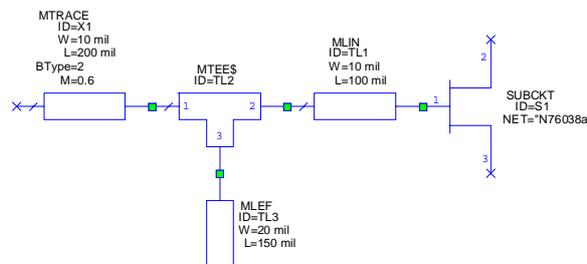

Рис. 4.9. Дополнение схемы усилителя шлейфом и линией
10. Отредактируйте параметры элемента MTRACE и согласуйте их как на рис. 4.9.